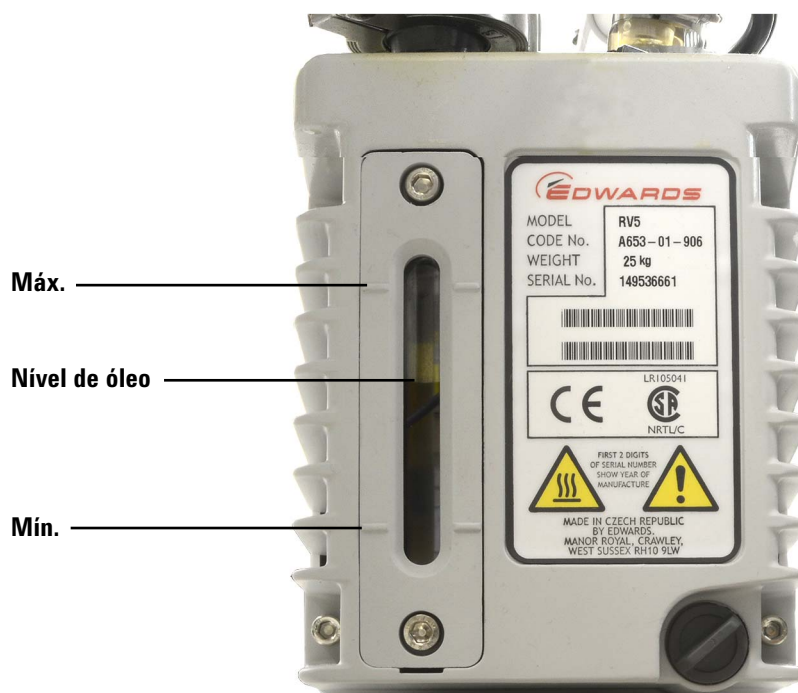

Figura 16 Verificar o nível do óleo
- 4** Adicione óleo de bomba novo até que o nível do óleo fique perto, mas não ultrapasse a marca de máximo ao lado da janela do nível de óleo. Consulte a Figura 16 na página 80.
- 6** Adicione óleo de bomba novo até que o nível do óleo fique perto, mas não ultrapasse a marca de máximo ao lado da janela do nível de óleo. Consulte a Figura 16 na página 80.